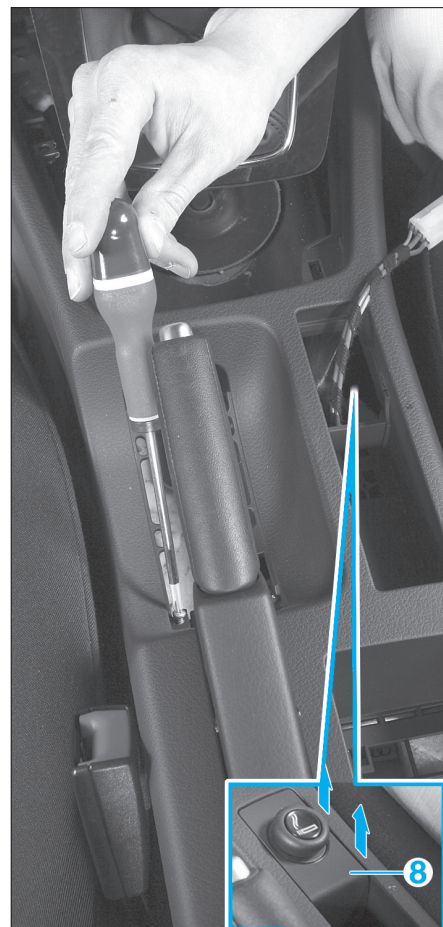

Fig. 8
- Déposer le cache (8) situé sous le frein à main (Fig.8) ainsi que l'allume-cigare.